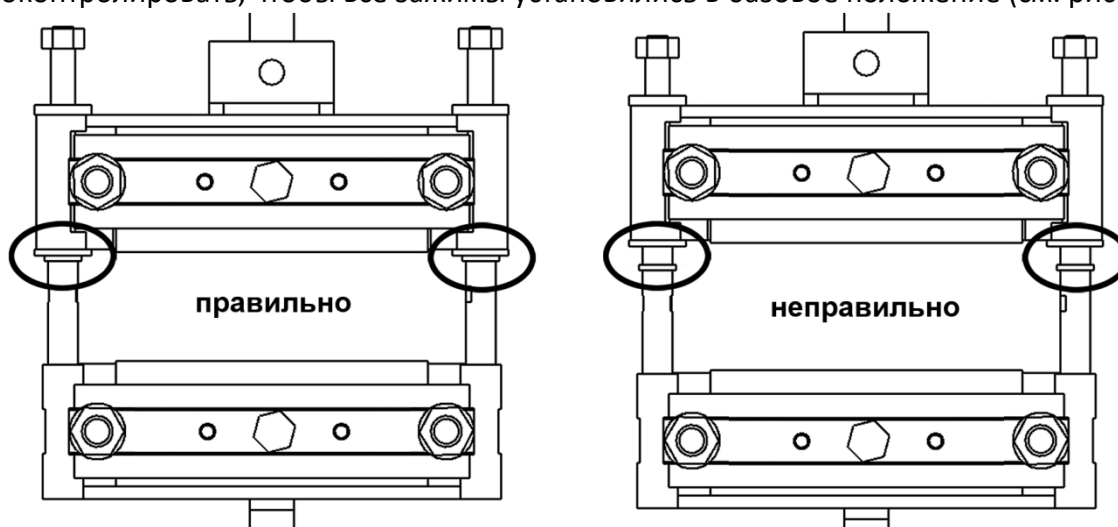

Рисунок 3 – Установка зажимов
- 9.7.5 Проконтролировать, чтобы все зажимы установились в базовое положение (см. рисунок 3).